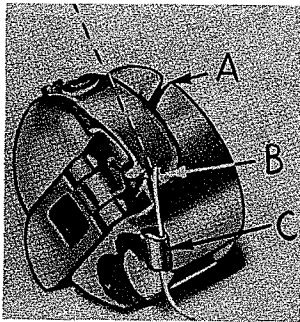

Fig. 7
Colóquese la bobina en su caja. En un movimiento continuo, con el dedo pulgar y el dedo índice de la mano derecha, pásese el hilo de la bobina por la ranura diagonal en la caja de la bobina (A, Fig. 7) bajo el muelle tensor (B) y en el ojete autoinsertor (C) sobre la caja. Note la dirección de rotación de la bobina cuando el extremo del hilo se jala al mirar de la caja de la bobina, desde atrás. La bobina deberá girar hacia la izquierda.